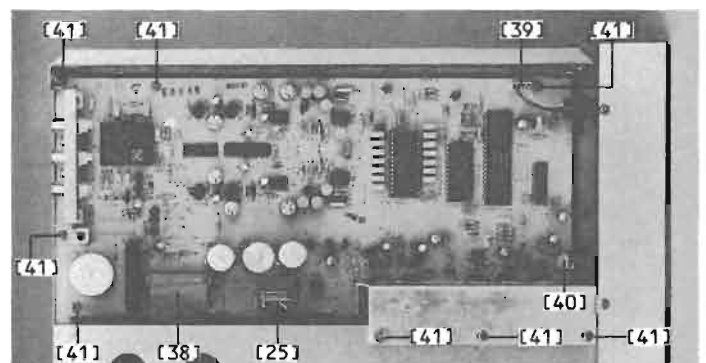

Fig. 2.12
→ Fig. 2.9 / Fig. 2.12
-> Fig. 2.12 / Fig. 2.13